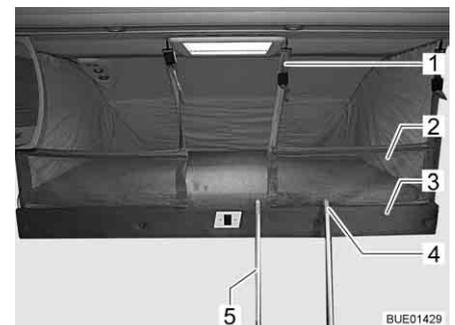

Fig. 122 Lit escamotable avec filet de sécurité tendu
Quand il y a un filet de sécurité (Fig. 122,2), ce dernier se trouve sous le matelas du lit escamotable avec les sangles de sécurité. Ne tendre le filet de sécurité qu'une fois que les personnes se trouvent dans le lit escamotable.
- Suspendre les sangles de sécurité (Fig. 122,1) aux crochets situés au plafond.
- Accrocher l'échelle à marches (Fig. 122,5) à la barre-poignée (Fig. 122,3) du lit escamotable à l'aide des deux étriers (Fig. 122,4).